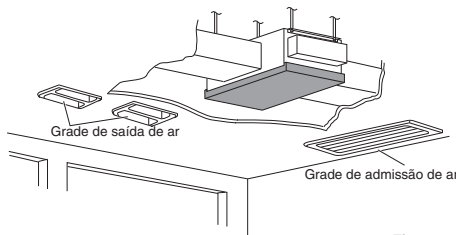

Fig. 3-7
- Obtura todas as folgas em todos os furos passantes dos tubos na unidade com isolamento ou um material similar para prevenir a fuga de ar. (Fig. 3-7)